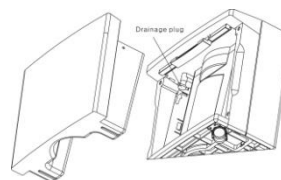

Рис. 3
3. Установить дренаж (рис. 3).